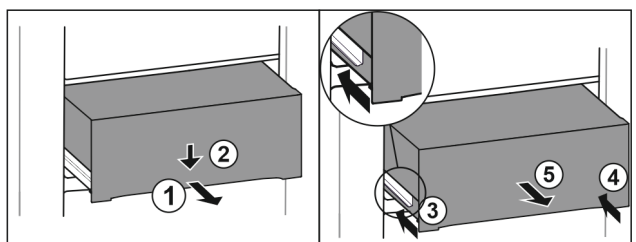

Fig. 213
- Zásuvku napůl vytáhněte. Fig. 213 (1)
- Stlačte zásuvku na přední straně dolů. Fig. 213 (2)
- Zasuňte levou kolejničku přibližně do 2 cm. Fig. 213 (3)
- Zasuňte pravou kolejničku přibližně do 2 cm. Fig. 213 (4)
- Vyjměte zásuvku dopředu. Fig. 213 (5)